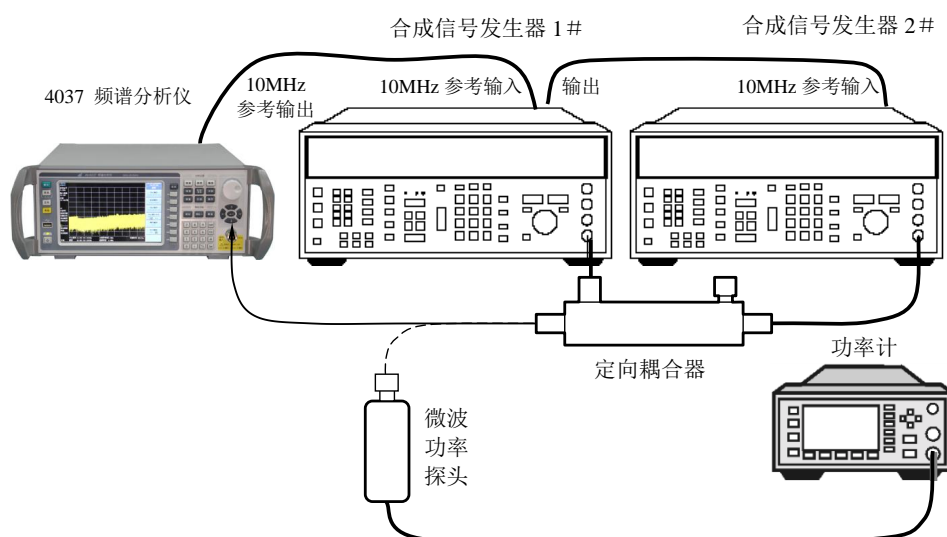

图 6-6 增益压缩测试设备连接
- 1) 如图 6-6 连接好测试设备，定向耦合器输出与微波功率探头相连接。